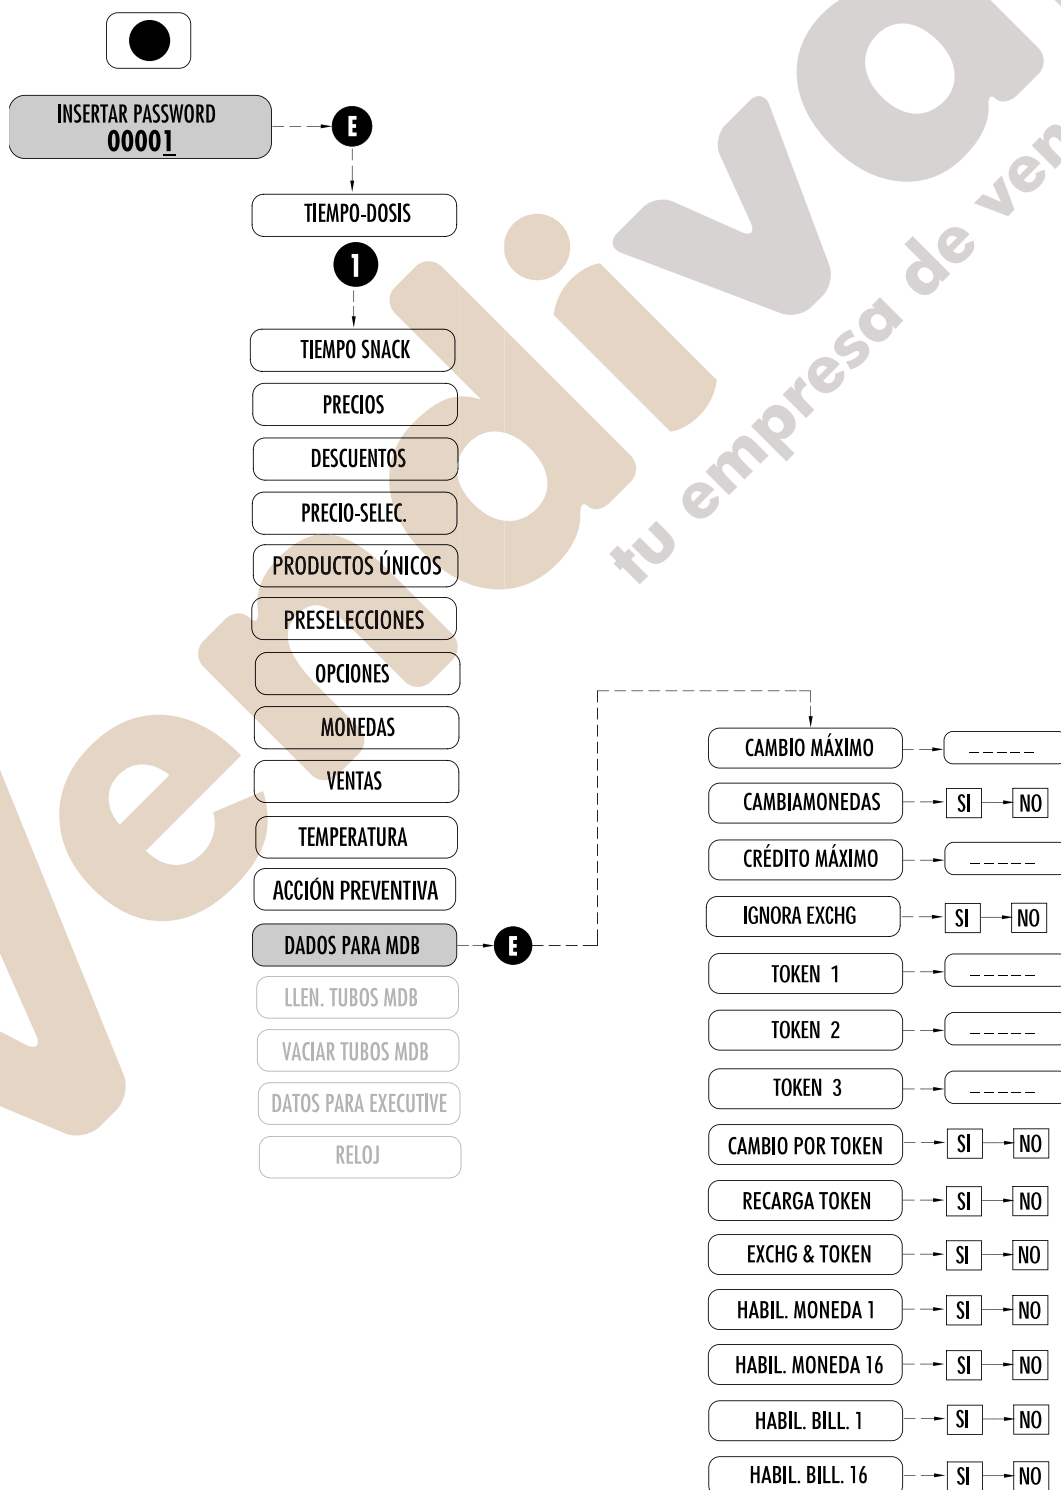

Fig. 7.15
7.2.13 DADOS PARA MDB (Fig. 7.15)